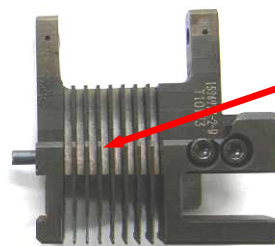

Fig. 8-3
(3) コームワイヤー 〈Fig. 8-3〉(右側用)
(4) コームワイヤー 〈Fig. 8-3〉(左側用)